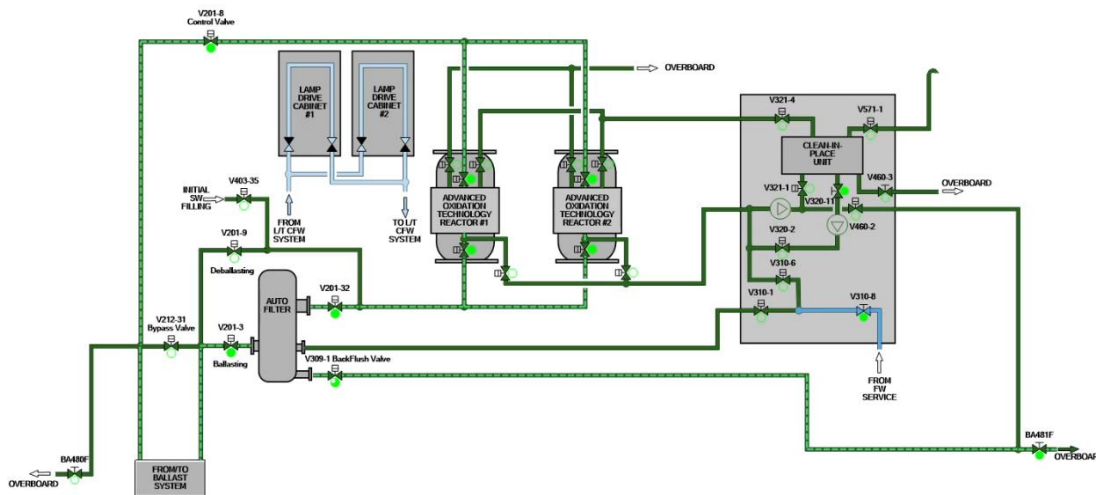

Figura 74- Ballast Water Treatment System
11. Ara que la bomba ja és en funcionament, podem anar al *Ballast System* on se'ns mostrarà quin recorregut està fent l'aigua de manera molt clara, també podem anar a la pantalla de *Ballast Water Treatment System* on observarem quin recorregut està realitzant l'aigua a través del sistema de tractament (Figura 74).